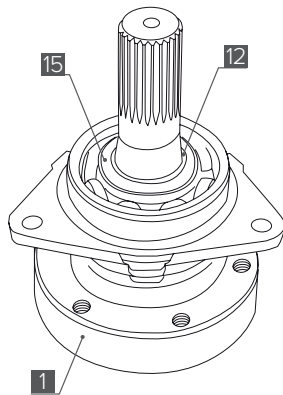

Рис. 2
1. Установите вал ведомый [1] в крышку подшипника редуктора – напрессуйте подшипник, установите наружное стопорное кольцо подшипника, шайбу тарельчатую [15] и стопорное кольцо [12] на вал (Рис. 2). Используйте съемник стопорных колец (см. раздел Инструменты).